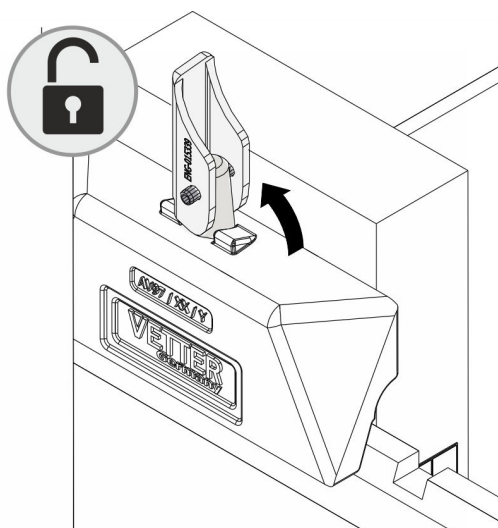

Abb. 14: Arretierung offen
2. ▶ Arretierung der ManuTel[®] G2 durch Anheben des Arretierungshebels öffnen (Abb. 14).